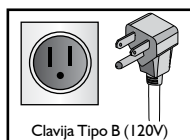

Figura 11
5. Después de haber realizado la cavidad de empotrar, apoye el horno en 2 vigas cuadradas de 3 cm (Ver figura 11). Garantizando siempre que la medida de 60,5 cm indica en la figura 7, se conserve libre.